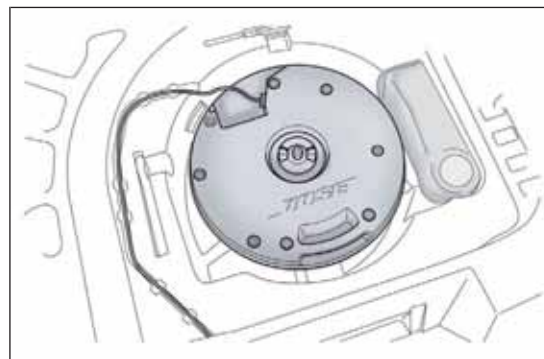

fig. 125
- prendi il "Kit Fix&Go Automatic" ubicato sul lato sinistro del bagagliaio (fig. 125);